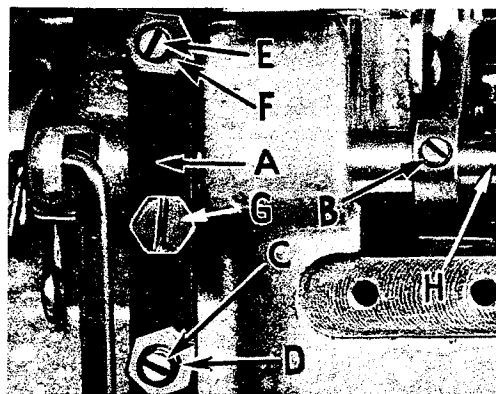

Fig. 16
Befestige den Drückfuß an seinem Arm, schwinde den Arm beim Höchststand der Nadel ein und sichere den Arm in seiner rechtsseitigen Endstellung. Wenn nötig, kann der Drückfuß nach dem Stichlochsclitz der Stichplatte neu ausgerichtet werden, und zwar durch Verschieben der Drückfuß-Schwingwelle (H, Fig. 16). Um die Welle zu bewegen, löse die Schraube (B, Fig. 16) am Stelling und die Klemmschraube (G). Dann schiebe die Drückfuß-Schwingwelle je nach Bedarf nach links oder rechts. Ziehe die Stellingsschraube und die Klemmschraube wieder an.
Hebel (A, Fig. 16) und der Stelling (B) sichern diese Achse seitlich. Achte darauf, daß der Drückfußarm sich nicht verklemmt oder in die Höhe geht, wenn der Druck weggenommen ist. Um den Nadelschlitz am Drückfuß mit dem Stichloch der Stichplatte in Übereinstimmung zu bringen, löse die Drückfuß-Gelenkschraube.
Stelle die Hub-Begrenzschaube (C, Fig. 16) so ein, daß der Fuß nicht weiter angehoben werden kann als es der Obergreifer zuläßt. Hierauf ziehe die Sicherungsmutter (D) fest an. Der Drückfuß-Lifterhebel soll etwa $1/16''$ bis $1/8'' = 1,6 \text{ mm}$ bis $3,2 \text{ mm}$ freien Weg haben bevor der Drückfuß angehoben wird. Diese Einstellung wird mit der Schraube (E) vorgenommen und durch die Mutter (F) gesichert. Zum Schluß montiere das Stoffablaufblech, den Stoffanschlag und die Scharnierplatte.
Assemble the presser foot to presser arm. With needle in high position, swing presser arm into sewing position and set the presser foot to align needle holes (front and back) and flat on throat plate. The front edge of needle hole in presser foot must be aligned with front edge of needle hole in throat plate. It is also important that the bottom of the presser foot be flat on the throat plate. If necessary, presser foot can be realigned with throat plate slots by shifting the foot lifter lever shaft (H, Fig. 16). To move the shaft, loosen collar screws (B, Fig. 16) and clamp screw (G) and then shift the foot lifter lever shaft to the left or right as required. Retighten collar screws and clamp screw.
The foot lifter lever arm (A, Fig. 16) and the collar (B) secure the shaft. Be sure the presser arm does not bind and rise when presser foot release bushing is unlocked.
Adjust lifter lever stop screw (C, Fig. 16), so that presser foot can be raised no higher than upper looper will permit; then lock the nut (D). There should be from $1/16''$ to $1/8'' = 1,6 \text{ mm}$ to $3,2 \text{ mm}$ free motion of foot lifter lever before the presser foot begins to rise. This adjustment should be made with screw (E) and locked with nut (F). Re-assemble the chip guard, fabric guard and cloth plate. To assemble chip guard, turn handwheel until upper knife assembly reaches its highest position.